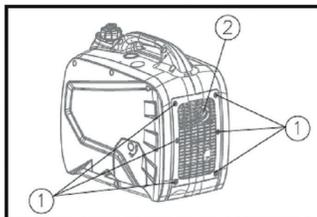

Рис. 31
- Открутите 6 винтов (1) и снимите защитную решетку глушителя 2 (Рис. 31).